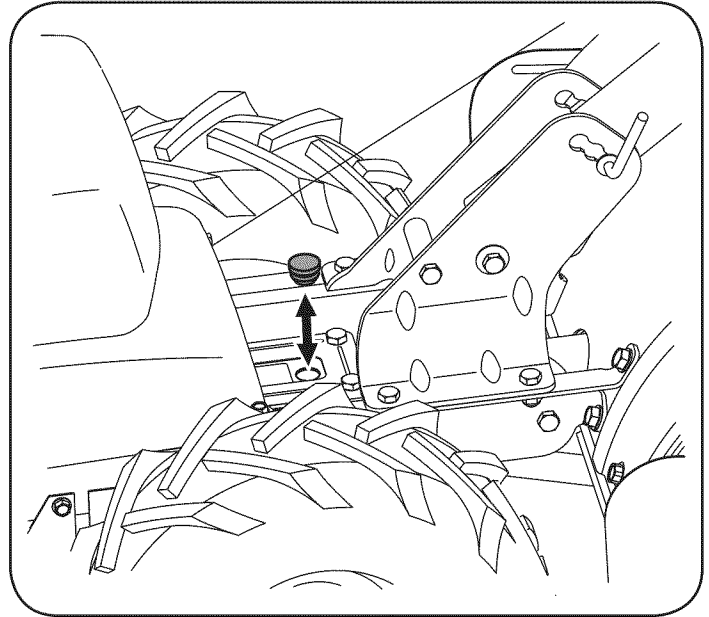

Figura 21
3. Saque el tapón de llenado de aceite del alojamiento de la transmisión y mire adentro del orificio de llenado para ubicar el eje de la transmisión principal situado debajo del orificio. Vea la Figura 21.